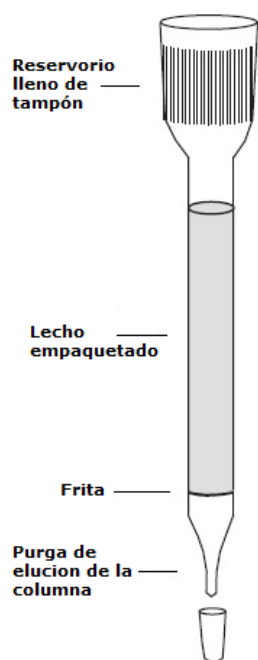

Figura 2: Esquema de una columna empaquetada
1. Montar verticalmente una columna en un soporte de anillo como se muestra en la figura 2, asegurándose que queda recta. Mantenga ambas tapas de la columna, superior e inferior, colocadas.